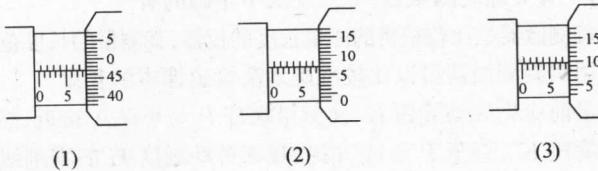

图 1-8
螺旋测微器是比游标卡尺更精确的测量长度的工具,用它测量长度可准确到 0.01mm ,还可以估读到 0.001mm ,因此又称做千分尺.如图 1-8 所示,是常用的螺旋测微器,它的小砧 A 和固定刻度 S 固定在框架 F 上;旋钮 K、微调旋钮 K' 和可动刻度 H、测微螺杆 P 连在一起,通过精密螺纹套在 S 上,E 为紧锁开关.
解 读数时要注意固定刻度尺上表示半毫米的刻度线是否已经露出,读数时要准确到 0.01mm,估读到 0.001mm,测量结果若用毫米作单位,则小数点后面必须保留三位,固定刻度尺上半毫米刻度线是否露出,可动刻度尺零刻线是否已过固定刻度尺的水平轴线的三种情况如下,如图 1-8 所示.
A. 如图 1-8(1)所示,可动刻度尺零刻线在水平轴上方,可动刻度尺边缘线左侧下方在固定尺上露出一条刻线,说明在主尺上的读数 n 为 0.5 的偶数倍,则通过该图有 $n = 16; k = 47.2$.
B. 如图 1-8(2)所示,可动刻度尺零刻线在水平轴下方,可动刻度尺边缘线左侧上方在固定尺上露出一条线,说明在主尺上的读数 n 为 0.5 的奇数倍,则通过该图有 $n = 13; k = 7.2$.
C. 如图 1-8(3)所示, 可动刻度尺的第 10 条刻线与主尺水平轴线对齐。可动刻度尺边缘线左侧上方在固定尺上露出一条线, 说明在主尺上的读数 n 为 0.5 的奇数倍, 则通过该图有 $n = 17$; 由于可动刻度上的刻线正压在水平轴线上, 因此读数时需要在毫米的千分位上补“0”, 即 $k = 10.0$.